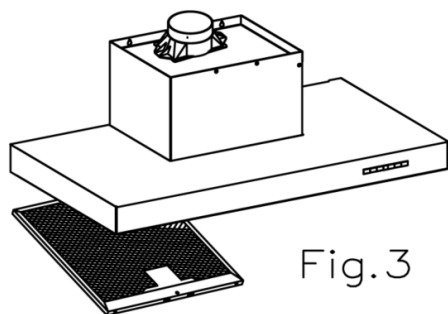
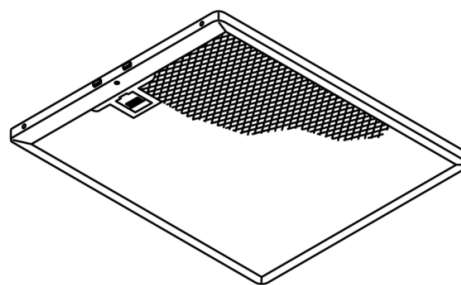

Fig.3
Fig.4
- **Nettoyage du filtre à graisse:** En fonction de l'usage au moins une fois par mois, démonter les filtres à graisse (Fig. 3) et (Fig. 4), et nettoyer à l'eau chaude et du détergent, ou utilisant le lave-vaisselle, auquel cas, il est recommandé de les placer en position verticale pour éviter le dépôt de déchets alimentaires. Après les avoir rincés et essuyés, les remettre en place en suivant les instructions de démontage à rebours
- **Limpieza del filtro de grasa:** En virtud del uso y como mínimo cada mes, los filtros de grasa deberán ser desmontados (Fig. 3) y (Fig. 4) y lavados en lavavajillas o en agua caliente y detergente. En el caso de utilizar lavavajillas, es recomendable colocarlos en posición vertical para evitar que los restos de comida se depositen sobre el mismo. Después de haberlos enjuagado y secado colocarlos nuevamente en su lugar, actuando de forma inversa al desmontarlos.